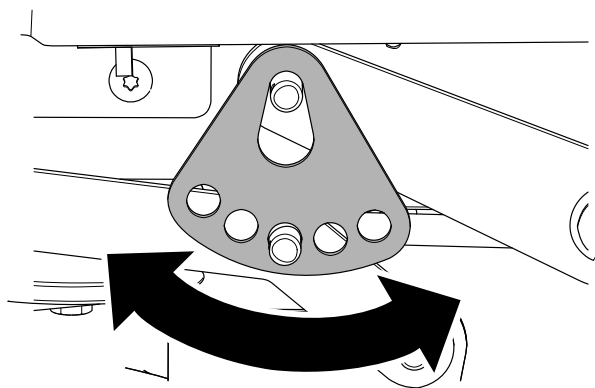

Figura 70
7. Rotiți placa pentru înălțimea de tăiere în alt orificiu, astfel încât să suporte greutatea puii mainii de tuns iarbă după ce montați placa (Figura 70).
8. Montai aiba i tiftul în formă de agrafă (Figura 70).